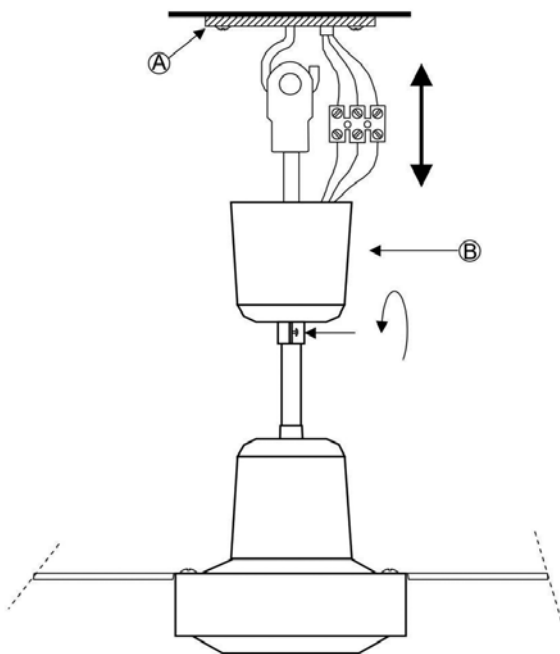

Fig. 6
2. Dévisser les deux vis situées à la base du cache en forme de cône situé en partie supérieure, afin d'accéder au point de suspension et au bornier de raccordement. Suspendre le ventilateur **(B)** au crochet du support crochet **(A) (Fig. 6)**.